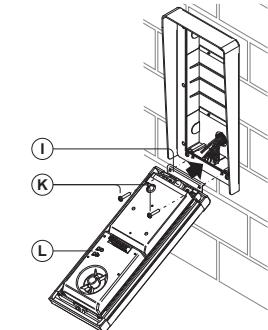

Fig. 9
9. Insira a dobradiça **I** (**Fig. 9**) e fixe-a com os dois parafusos **K** (**Fig. 9**) fornecidos;
10. Efetue todas as ligações corretamente seguindo o diagrama de cablagem fornecido. Verifique a instalação e, se necessário, ajuste os níveis de som utilizando os controlos de volume **L** (**Fig. 9**);